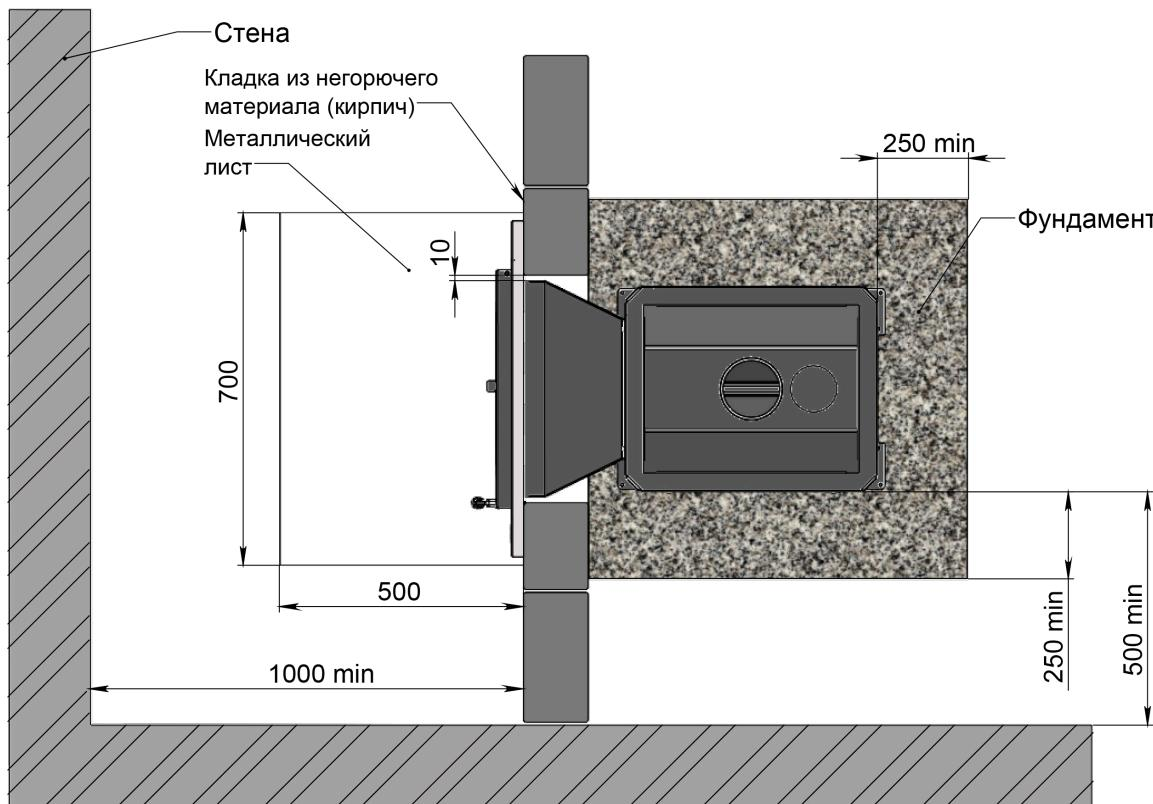

Рис. 3 Схема установки печи ALLEGRO (вид сверху)
Передняя и боковая поверхность печи могут располагаться на расстоянии не менее 50 мм от стены, сделанной из негорючих материалов (рисунок 3).
2. Установить печь со стороны парильного помещения так, чтобы топливный канал прошел сквозь отверстие, предусмотренное в стене (рис. 3, 4).